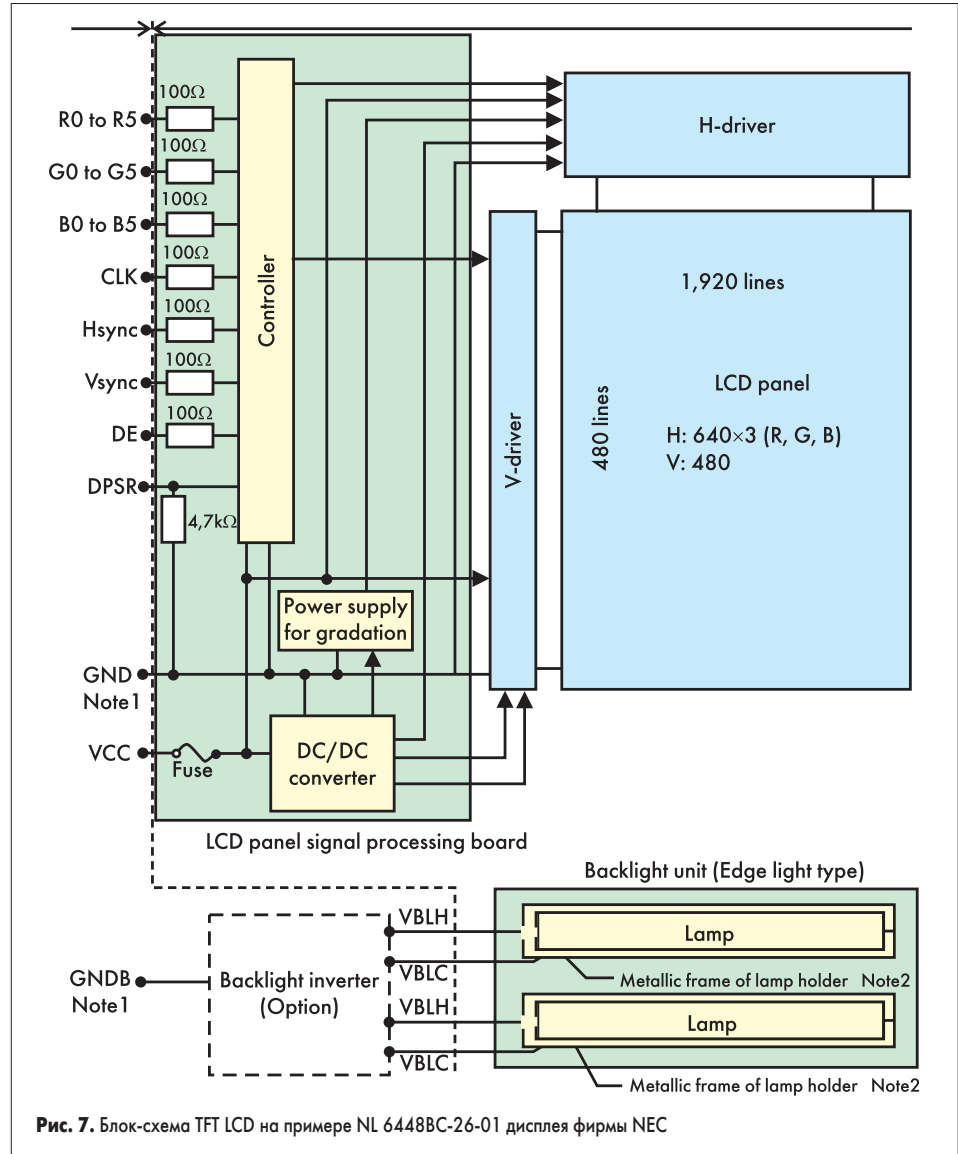

Рис. 7. Блок-схема TFT LCD на примере NL 6448BC-26-01 дисплея фирмы NEC
**ЖК-дисплеи как сенсоры.** Снижение стоимости и появление моделей LCD, работающих в жестких условиях эксплуатации, позволило совместить в одном лице (в лице ЖК-дисплея) средство вывода визуальной информации и средство ввода информации (клавиатура). Задача построения такой системы упрощается использованием контроллера последовательного интерфейса, который подключается с одной стороны к ЖК-дисплею, а с другой — непосредственно к последовательному порту (COM1 — COM4) (рис. 7). Для управления, декодирования сиг-